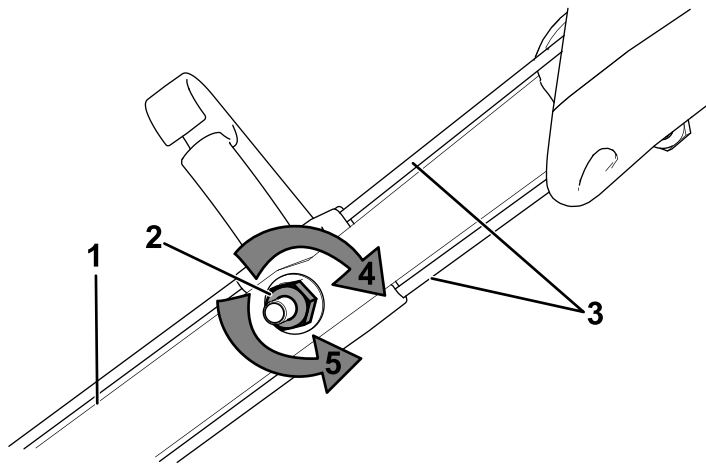

Figura 29
1. Rotii piulia de reglare în sens invers acelor de ceasornic pentru a slăbi cablul (Figura 29).
2. Ajustai tensionarea cablurilor (Figura 29) trăgându-le în spate sau în față menținând poziția.